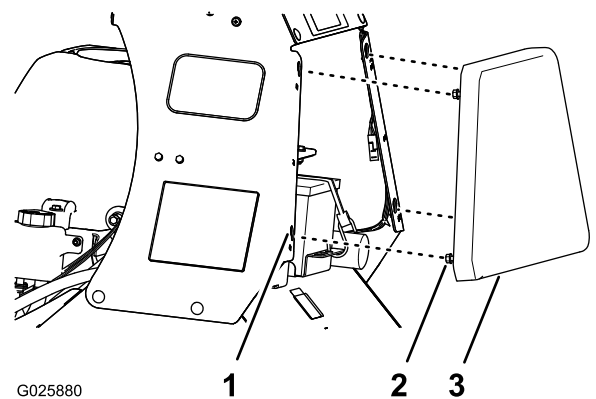

Figure 25
- Desserrez les 4 boulons à embase qui fixent la plaque aux panneaux gauche et droit de la console (Figure 25).
- Soulevez la plaque de la console (Figure 25) d'environ 13 mm (1/2 po).
- Tirez la plaque en arrière et déposez-la de la machine (Figure 25).
1. Placez les 4 boulons à embase sur la face avant de la console en face des 4 fentes en trou de serrure dans le cadre de la console (Figure 25).
2. Avancez la plaque jusqu'à ce qu'elle soit de niveau avec le cadre de la console (Figure 25).
3. Abaissez la plaque jusqu'à ce que les boulons à embase soient engagés dans les fentes (Figure 25).